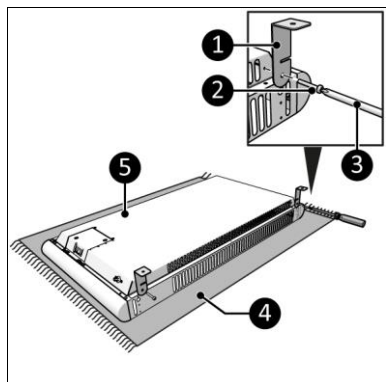

Abbildung 11
7. Legen Sie das Gerät auf eine stabile weiche Oberfläche (Abbildung 11, Pos. 4).
8. Schrauben Sie zwei Halterungen (Abbildung 11, Pos. 1) auf beiden Seiten des Hauptkörpers (Abbildung 11, Pos. 5) mit einer kleinen Schraube (Abbildung 11, Pos. 2) mit einem Phillips Kreuzschlitzschraubendreher (Abbildung 11, Pos. 3) fest.